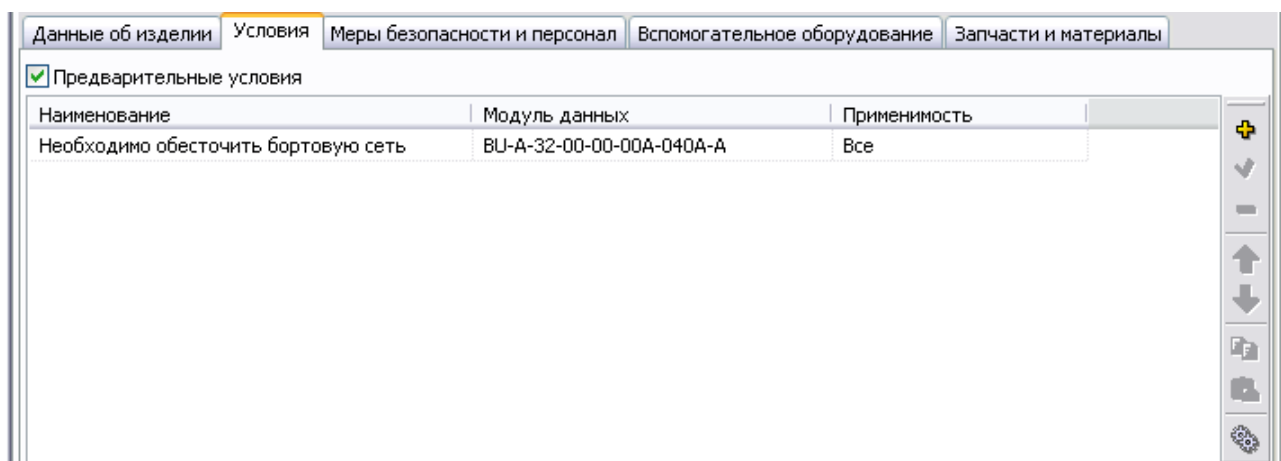

Рис. 5.33
- Нажмите на кнопку **Применить**. В окне **Предварительные условия** появится введенное условие и код модуля данных, в котором описано, как обеспечить это условие (Рис. 5.33).